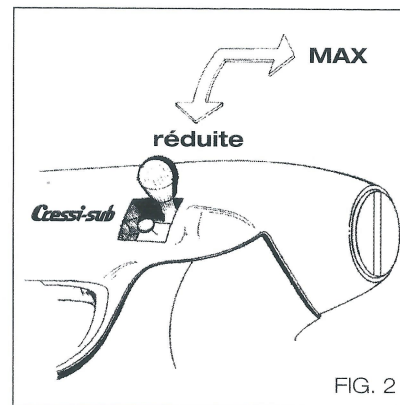

FIG. 2
- 1) désactiver le réducteur sur les fusils qui en sont équipés (mettre en position MAX cf. FIG. 2) avant de vider la pression.**
Les fusils sont vendus prêts à l'emploi, avec la quantité d'huile prévue et chargés d'air comprimé à la pression conseillée de 18-20 bars. Ils sont dotés d'une flèche de 8 mm. Sur les modèles avec réducteur de puissance, il est possible d'utiliser le fusil avec la pression maximum (FIG. 2 – Position MAX) ou avec la pression réduite (FIG. 2 – Position Réduite). On peut ainsi choisir entre les deux possibilités de tir : puissance maximum ou réduite.
Les réducteurs de pression permettent, sur les fusils qui en sont équipés, un chargement plus aisé en mettant le levier du réducteur sur la position "Réduite" (FIG. 2)
de toujours contrôler, au travers des trous latéraux de la tête de fusil, que le piston (réf. 4 k - tabl. 8) se trouve à fond de course et non pas accroché dans le mécanisme de retenue, c'est à dire prêt à tirer. Sur les fusils dotés de réducteurs on peut réajuster la pression même en position "Réduite" (FIG. 2 position "Réduite"). En effet, l'air comprimé dans le canon grâce au piston, passe aussi dans la partie du réservoir bloquée, au travers d'une soupape anti-retour (réf. 16 k - tabl. 7).